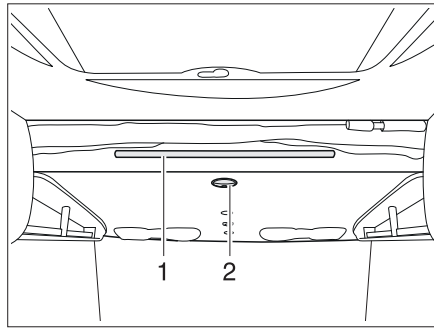

Fig. 107 Lit escamotable électrique
- Tourner la poignée (Fig. 107,2) à la face inférieure du lit escamotable.
- L'échelle de montée doit être accrochée par les deux étriers à la tige de retenue (Fig. 107,1) se trouvant sur le lit escamotable.